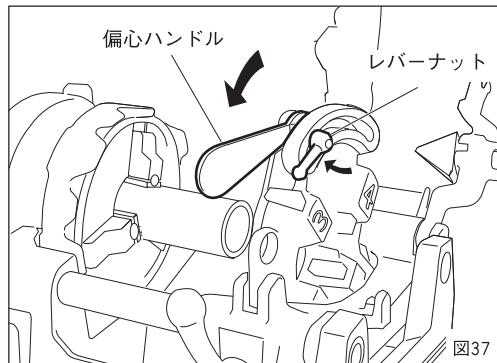

図37
①ねじ切りのサイズ寸法を合わせるには偏心台の目盛りを、ダイヘッドのサイズ目盛りのねじ切り寸法に合わせて、レバーナットを締めて固定してください。(図37)
②スイッチを入れるとオイルはダイヘッドから自動的に注油されます。
③送りハンドルを右回り方向に動かしパイプにチーザを押し付け食い付けてください。ねじ山が3~4山切れればあとは自動的にねじが切れます。